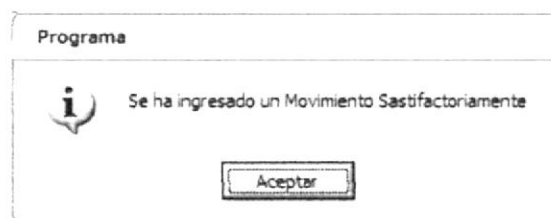

Figura 3.25 Mensaje de confirmación del Proceso
15. Si se ha realizado el ingreso satisfactoriamente aparecerá el mensaje. (Ver figura 3.25)
(Ver figura 3.25).